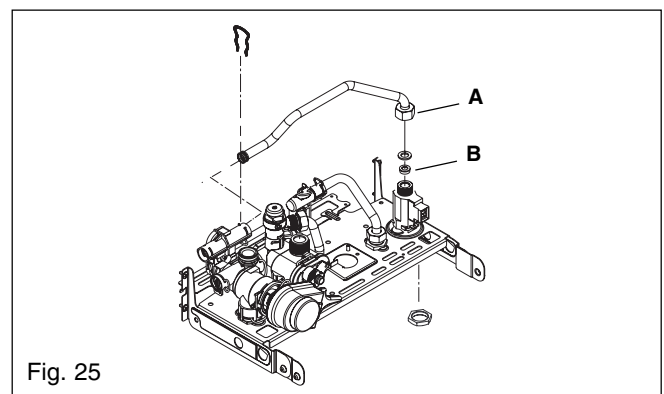

Fig. 25
**6.19 FLOW RESTRICTOR fig. 25**
### 6.20 DHW FLOW SWITCH fig. 25